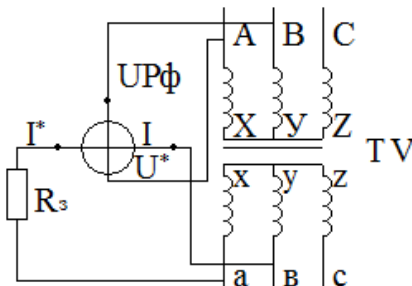

Рис. 1 Схема определения группы соединения методом фазометра
3. Собрать схему определения группы соединения методом фазометра (рис. 1). Провести измерения.